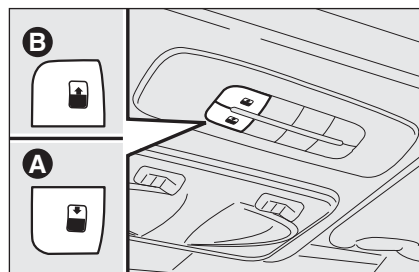
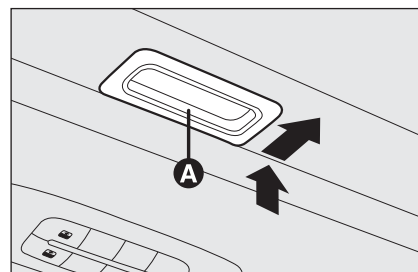

fig. 67
fig. 68
El techo practicable con un amplio acristalamiento consta de dos paneles de cristal, uno de ellos fijo y el otro móvil, provistos de dos cortinas para el sol (delantera y trasera) con manipulación manual. Las cortinas pueden usarse en posición “completamente cerradas” y “completamente abiertas” (no hay posiciones fijas intermedias). Para abrir las cortinas: sujete la manilla **A**-fig. 68 y acompáñela siguiendo el sentido indicado por las flechas hasta la posición “completamente abierta”. Para cerrarlas repita el procedimiento inverso. El techo practicable funciona sólo con la llave de arranque en posición **MAR**. Los mandos **A-B** fig. 67 ubicados en el salpicadero cerca de la luz de techo delantera, controlan las funciones de apertura/cierre del techo practicable.
Pulse la tecla **B**-fig. 67 y manténgala pulsada, el panel de cristal anterior se colocará en posición “spoiler”; vuelva a pulsar la tecla **B**-fig. 67e, interviniendo en el mando por más de medio segundo, se activa el movimiento del cristal del techo que continúa automáticamente hasta el final del recorrido; el cristal del techo puede detenerse en una posición intermedia interviniendo nuevamente en la tecla.
Desde la posición de apertura completa, pulse la tecla **A**-fig. 67 y, si se interviene en la tecla por más de medio segundo, el cristal anterior del techo se colocará automáticamente en la posición “spoiler”; volviendo a pulsar la tecla, el cristal del techo se detiene en la posición intermedia; vuelva a pulsar la tecla **A**-fig. 67 y manténgala pulsada hasta que se cierre completamente el panel.
- ☐ presionar el botón **A**-fig. 67 en posición de cierre;